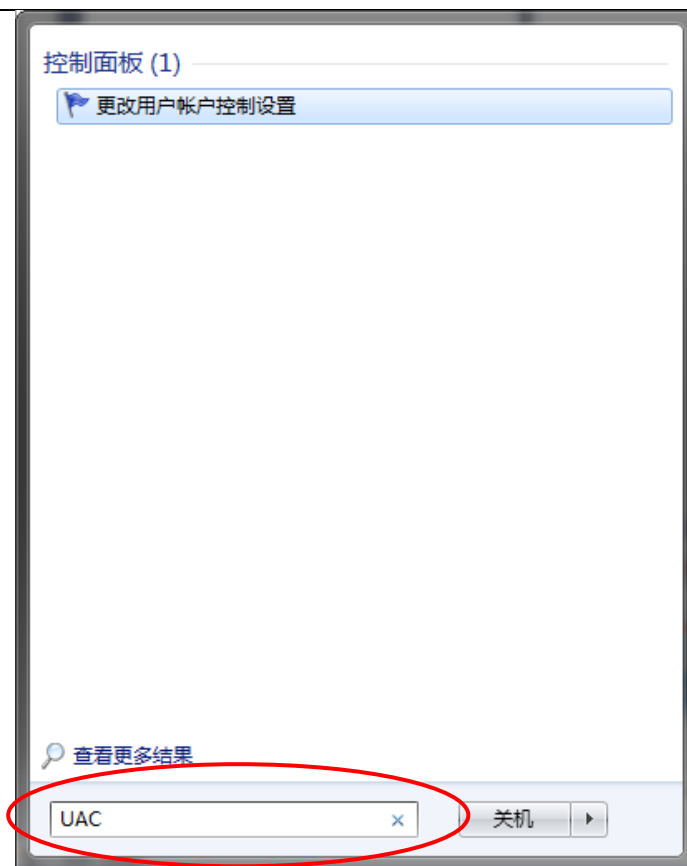

图 2-3 在[搜索程序和文件]中输入 UAC
- 1> 点击[开始]按钮，在[搜索程序和文件]中输入 UAC，如图 2-3 所示，然后按[Enter]键即可；